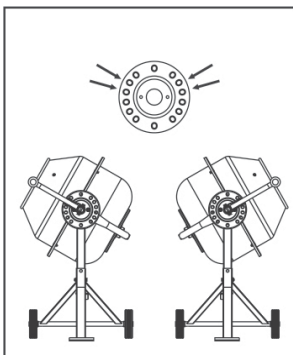

Fig.14
- Positioneer de as van de trommel VOOR voor het laden van beton zoals getoond in Fig. 14.